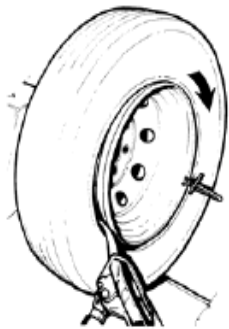

Рис.27
4. Поверачивайте зажимное устройство по часовой стрелке до тех пор пока шина не будет полностью смонтирована (Рис.27).